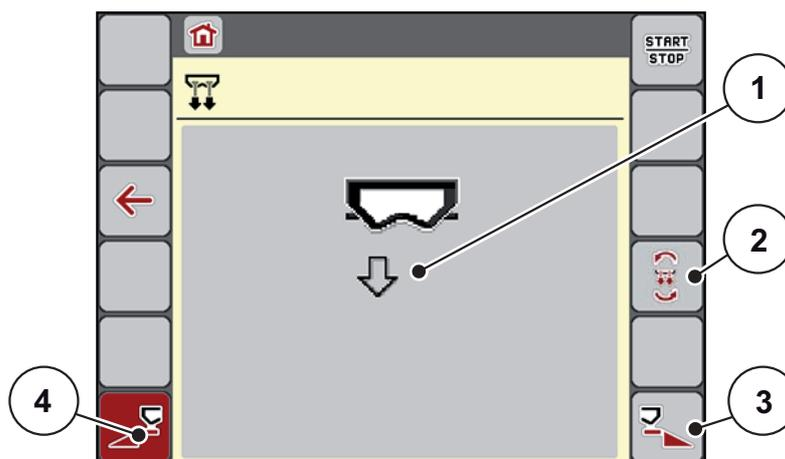

Figure 4.20 : Menu Vidage rapide
- ▷ L'écran affiche le tronçon souhaité avec un symbole (figure 4.20, position [2]).